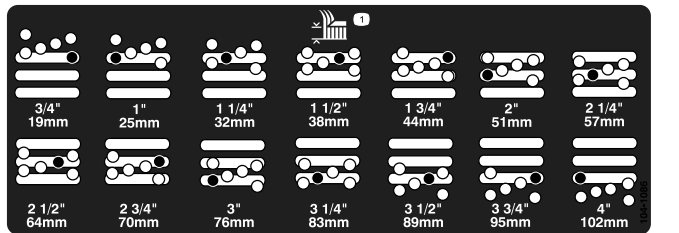

图 9
5. 将切割腔移至所需的剪草高度然后将隔片安装至指定的剪草高度孔和槽 (图 9)。